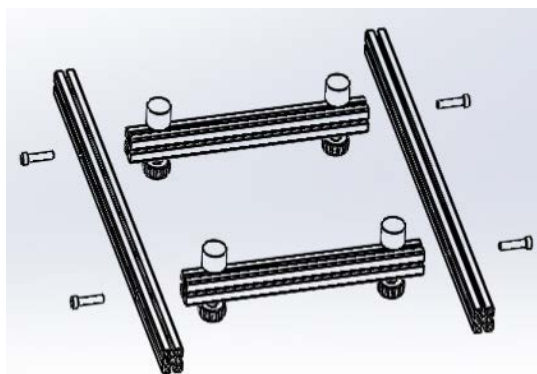

Abb. 2
3. A l'aide de la clé hexagonale qui se trouve dans le sachet d'accessoires visser ces pièces avec les vis M8x40 de sorte que le cadre en résultant soit plat et plan. (voir fig. 2)